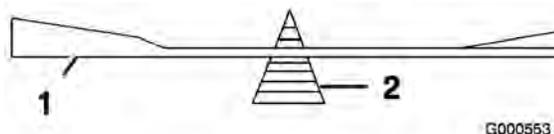

Figura 44
2. Verifique el equilibrio de la cuchilla colocándola sobre un equilibrador de cuchillas (Figura 44). Si la cuchilla se mantiene horizontal, está equilibrada y puede utilizarse. Si la cuchilla no está equilibrada, repita el procedimiento de afilado en el lado más pesado hasta que la cuchilla esté equilibrada.